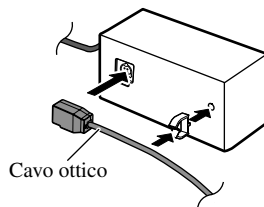

Fig. 7
2. Collegamento del cavo ottico alla corrispondente scatola di collegamento. (Fig. 7)